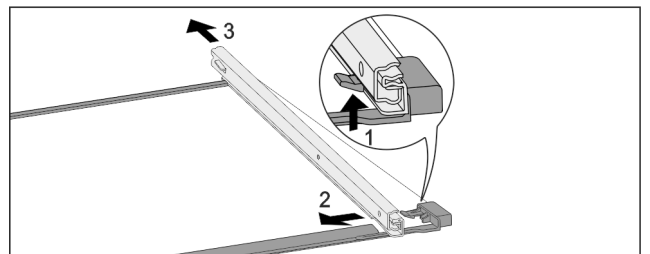

Fig. 107 Glasplaat met rails
- Voorste vergrendelhaak naar boven duwen. Fig. 107 (1)
- Uitschuifrail naar de zijkant Fig. 107 (2) en naar achteren Fig. 107 (3) wegschuiven.